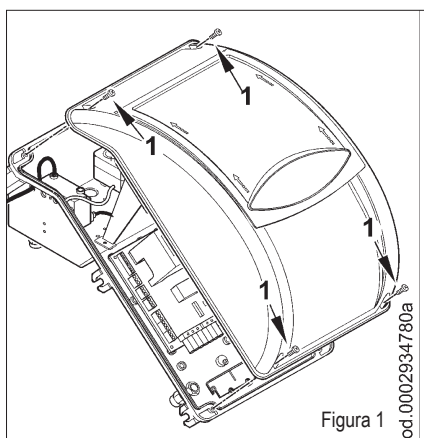

Figura 1
- 1) Rimuovere il coperchio svitando le 4 viti (1) di figura 1, senza togliere lo sportellino trasparente. In questo modo è possibile accedere al quadro elettrico del bruciatore.